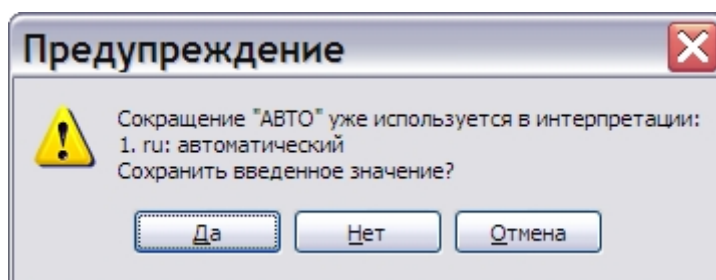

Рис. 7.8
3. Нажмите на кнопку . После этого появится окно с запросом (Рис. 7.8).